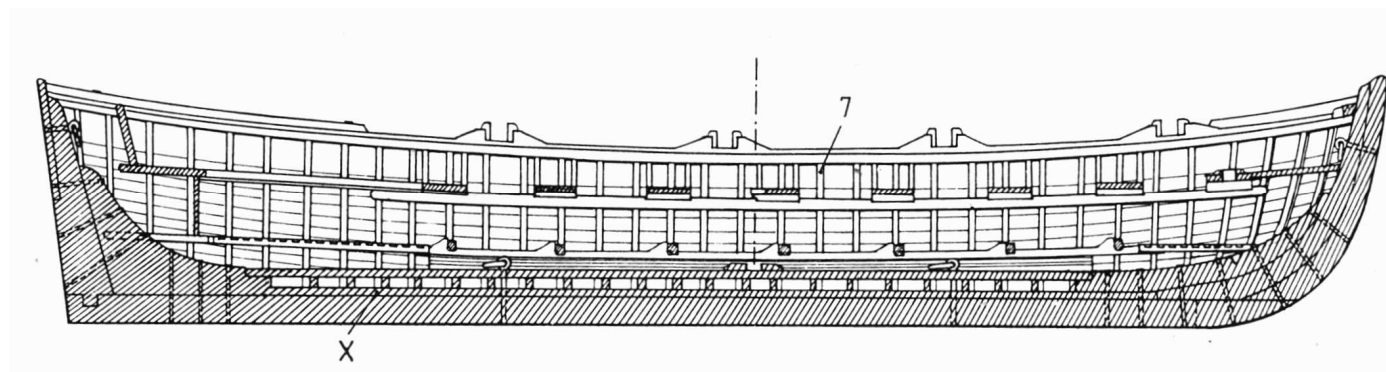
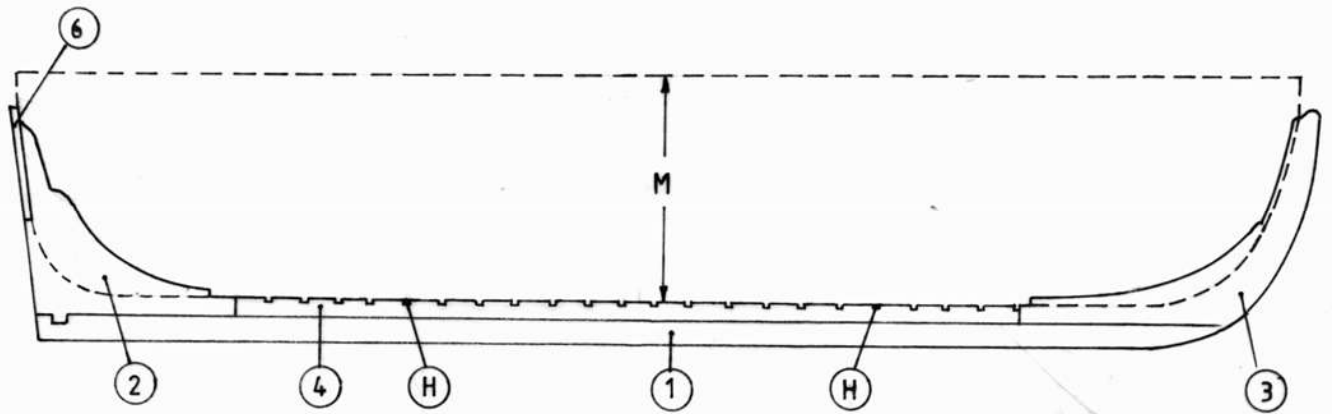
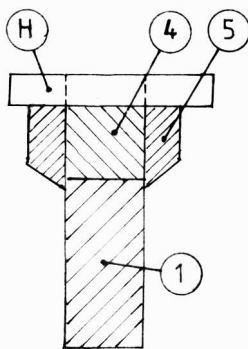

Abb. 1: Längsschnitt (Plan)
Abb. 2: Vereinfachte Kielkomplettierung mit Malle.
Abb. 3: Montage der Spongsleiste, Kielquerschnitt
Am Anfang steht das Studium des Plans. Ein erster Blick auf die Kopie des Längsschnittes (Abb. 1) bestätigt die Berechtigung des Wortes "Studium". Selbst scheinbar guten Plänen (hier z.B. die "Royal Caroline" aus der Serie "Anatomy of the ship") mangelt es meist an zeichnerischer Konsequenz und Maßstabstreue. Das stört aber nicht allzu sehr, weil sowieso etwas "Ordnung" in den Laden gebracht werden muß. Damit sind
Unter b) fällt die zusätzliche "Spantschlitzleiste" (Teil 4 - Abb. 2); sie integriert Ausleger X (Abb. 1).
5. Die letzten zu montierenden Elemente sind die Spongsleisten (Teil 5). Um diese in die richtige Position zu bringen, klemmt man an drei Stellen ein Holzstückchen in die Rillen von Teil 4 und bestimmt so die Lage der Leisten (Abb. 3, siehe auch Abb. 2).
Mallenteile an Kiel anpassen und nacharbeiten. Die Begrenzung zum Kiel hin geschieht wie bei der Montage der Profilleisten (Teil 5) durch in die Schlitze geklemmte oder provisorisch geklebte Hilfsleisten "H" (siehe Abb. 2 und 3). Nachdem ein Holzstück von ca. 10x20 mm mit der Stärke des Kiels in die Mitte einer Trennfläche geklebt ist werden auf beiden Seitenteilen von Steven und Heckpartie und - auf das Hilfsklötzchen ein paar Leimpunkte gegeben und die beiden Teile genau gegenüber mit leichtem Druck gegen die Hilfsleistchen "H" zusammen gedrückt. Die Ausrichtung zum Bug hin erfolgt so, daß der Steven so eben gefaßt wird. Um sanfte Übergänge zu schaffen, muß die Malle besonders im Heckbereich noch etwas bearbeitet werden. Dabei ist zu berücksichtigen, daß die Spantleisten wieder etwas aufliegen. Außerdem wird der Anlagebereich der Heckplatte (Teil 6) egalisiert.